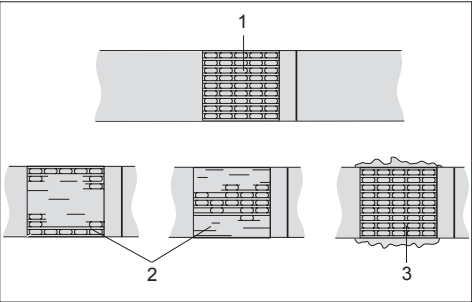

Fig. 9
- Verschluss regelmässig auf sein Aussehen überprüfen (siehe Fig. 9). Bei schlecht geschweissten Bändern: **Einstellung der Schweisszeit überprüfen (siehe Kapitel 5.7).**
- Check appearance of seal (see fig. 9) regularly. If the straps are poorly welded, **check the welding time setting (refer to chapter 5.7).**
- Vérifier régulièrement l'aspect du sertissage (voir fig. 9). En cas de bandes mal soudées: **vérifier le réglage de la durée de soudure (voir chapitre 5.7).**